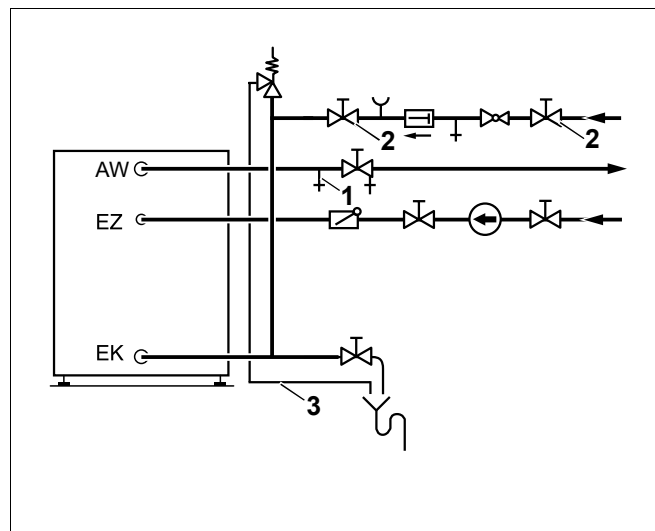

Fig. 9 Instalație conform DIN 1988 (schemă de principiu)
- Se deschide ventilul de aerisire (Fig. 9, **Poz. 1**) sau robinetul situat în punctul cel mai înalt, pentru aerisirea boilerului.
- Se deschide ventilul pentru intrarea apei reci EK (Fig. 9, **Poz. 2**) pentru umplerea boilerului.
- Înainte de începerea încălzirii se verifică dacă cazanul, boilerul și instalația sunt umplute cu apă. Se deschide ventilul de aerisire (Fig. 9, **Poz. 1**).
- Lăsați permanent deschisă conducta de purjare a ventilului de siguranță (Fig. 9, **Poz. 3**).
- de a menține permanent deschisă conducta de purjare a ventilului de siguranță (Fig. 9, pagina 13).